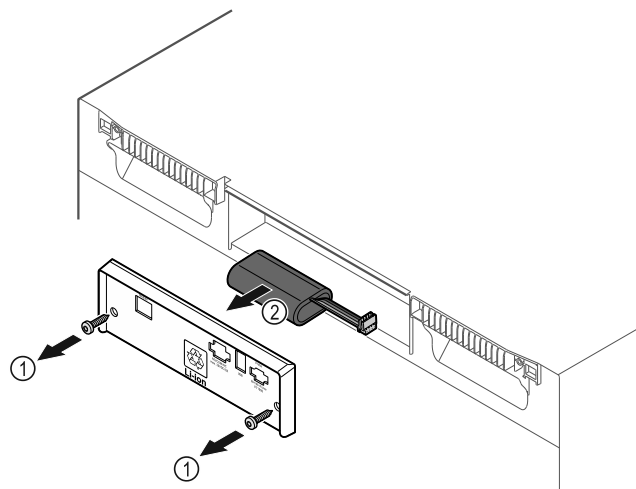

Fig. 202
- ▶ Csavarja ki a csavarokat, és távolítsa el a burkolatot a készülék hátoldaláról Fig. 202 (1).
- ▶ Válassza le, és vegye ki az elemet Fig. 202 (2).